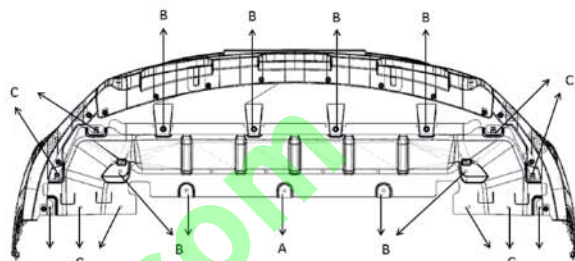

图 4-4-1 发动机下前挡泥板的拆卸示意图
(1) 用一字起将图 4-4-1 所示位置字母扣 A 翘起；
(2) 用十字起将螺钉 C（共 10 个）卸下，用 10# 套筒将六角头自攻锁紧螺钉和大垫圈组合件 B（共 8 个）卸下，完成上述操作即可将发动机下前挡泥板拆卸下来。
(1) 发动机下后左、右侧护板先装，后装配发动机下前挡泥板；先用字母扣定位（如上图 4-4-1 所示位置），再用锁紧螺钉固定两侧的点（如上图 4-4-1 所示位置），然后其余孔依次用自攻钉和锁紧螺钉打紧即可；
(2) 需注意：挡泥板需塞到保险杠背面，图示两侧的安装点，前保处于中间位置，发动机下前挡泥板处于整车最下方